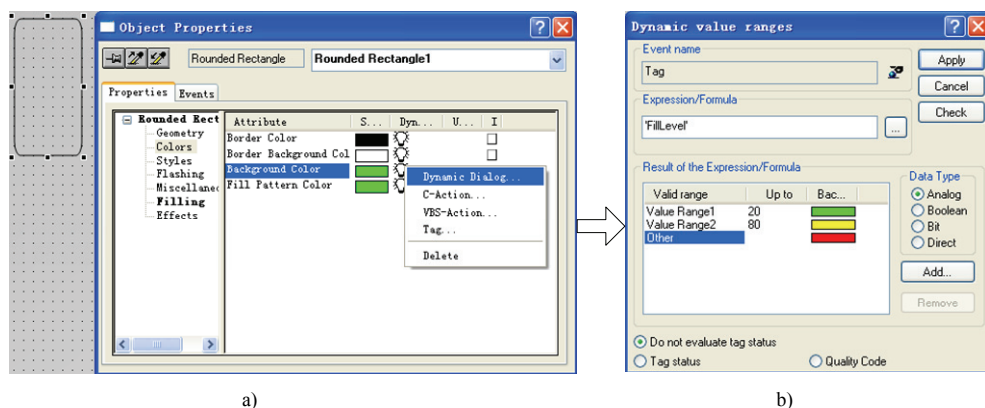

图 6-37 应用动态对话框组态圆角矩形颜色
2) 用鼠标右键单击圆角矩形，在弹出的快捷菜单中选择“Properties”命令，打开“Object Properties”窗口。激活“Properties”选项卡，在左侧窗口的属性列中选择“Colors”属性，右侧窗口中用鼠标右键单击“Background Color”属性“Dynamic”列上的白色灯泡，在快捷菜单中选择“Dynamic Dialog”，打开“Dynamic value ranges”，如图 6-37 所示。